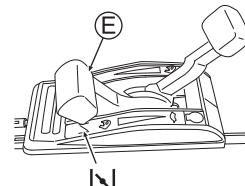

Fig. 12
- Placez la manette des gaz (E) sur la position Starter "". (Voir Fig. 12) (Vous pouvez démarrer le moteur en plaçant la manette sur " lorsque le moteur est chaud.)